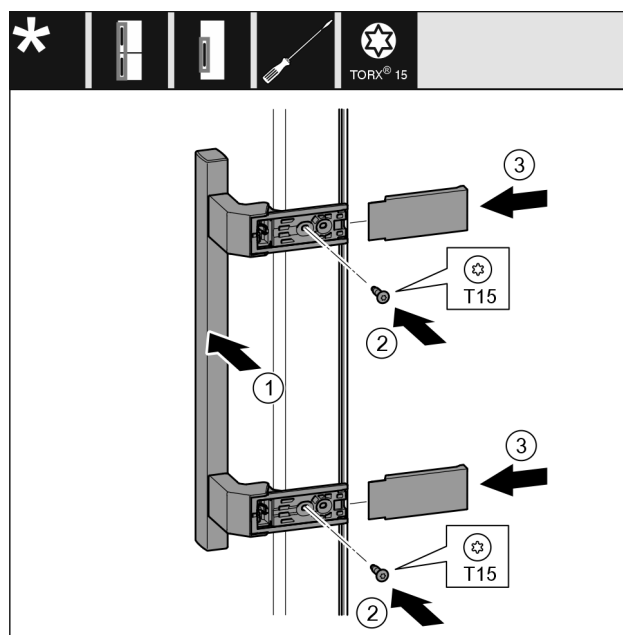

Fig. 55
- Placer la poignée Fig. 55 (1) du côté opposé.
- Serrer les vis Fig. 55 (2) avec un tournevis.
- Placer les caches Fig. 55 (3) sur le côté et les faire glisser.